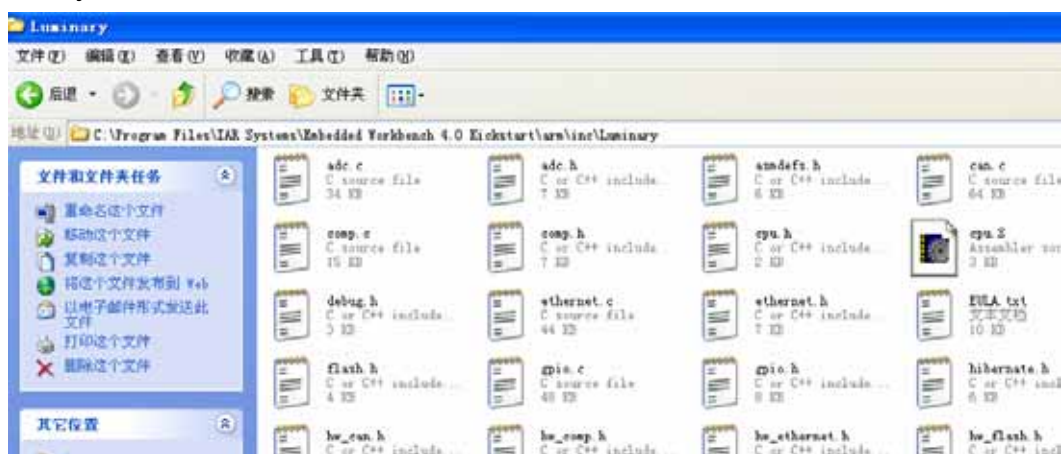

图 2.6 驱动库头文件存放目录
3. 复制驱动库头文件，然后粘贴到新建的“Luminary”文件夹下，即“C:\Program Files\IAR Systems\Embedded Workbench 4.0 Kickstart\arm\inc\Luminary”目录。如图 2.6 所示。